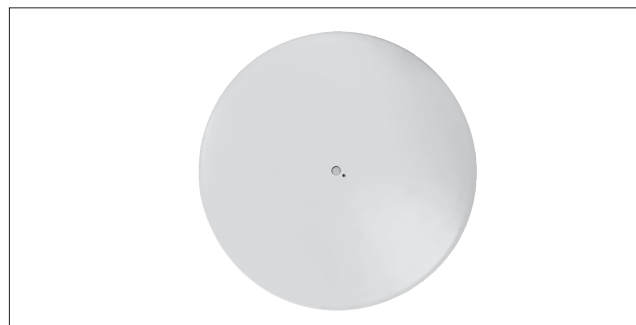

Bild 1. Frontplåt med integrerad närvaro- och tempgivare, **Observer** (tillval).
- Produkten levereras även i version med integrerad sensormodul för närvarodetektering och temperaturreglering, se bild 1.